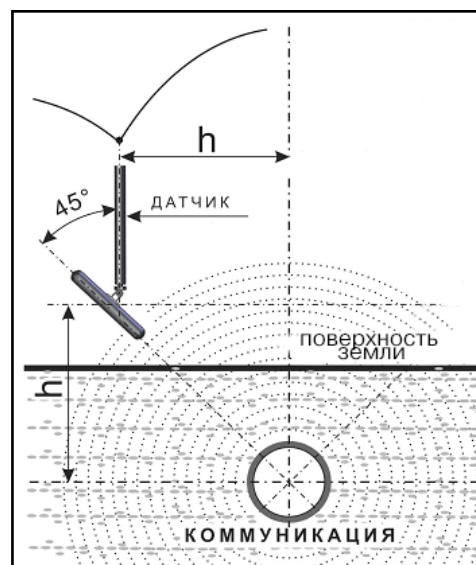

Рис. 8.1
2. При положении антенны ЭМД перпендикулярном трассе и под углом 45° к поверхности земли, минимум сигнала наблюдается на удалении от точки «над трассой», равном глубине залегания коммуникации, когда ось антенны пересекает ось трассы. Это косвенный метод измерения глубины залегания коммуникации (рис. 8.1)